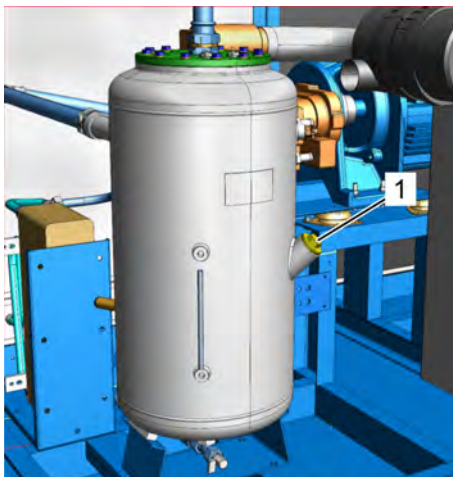

Рис. 43: Резьбовая пробка наливного отверстия
6. ➤ Отверните резьбовую пробку наливного отверстия (Рис. 43/1), извлеките ее и проследите за тем, чтобы не потерялось уплотнительное кольцо.
- 15.** ► Вставьте резьбовую пробку наливного отверстия (Рис. 43/1) и затяните ее ☞ Приложение «Моменты затяжки винтов» на странице 110.